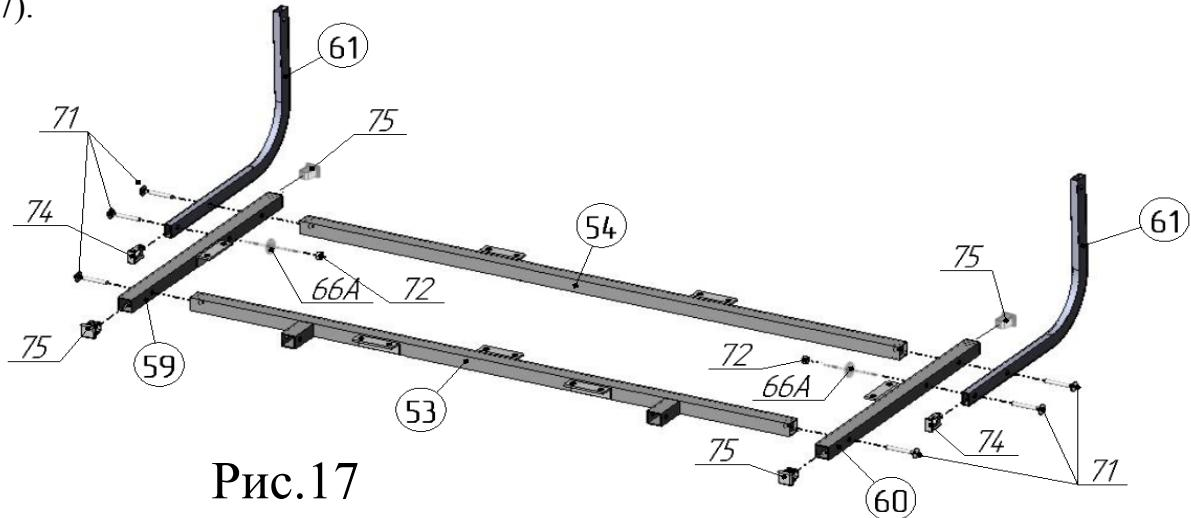

Рис.17
19. В тяги-уголки поз.61 вставить заглушки 10x20 поз.74 (рис.17). К штангам поз.53,54 присоединить штанги поз.59,60, тяги-уголки поз.61, используя винты M6x40 поз.71, в соответствии с рисунком 17. В двух местах соединить штанги поз.59,60 с тягами-уголками поз.61, используя гайки M6 со стопорным кольцом поз.72, винты M6x40 поз. 71, шайбы Ø6x18 стальные поз.66A. В торцы штанг поз.59,60 вставить заглушки 20x20 поз.75 (рис.17).